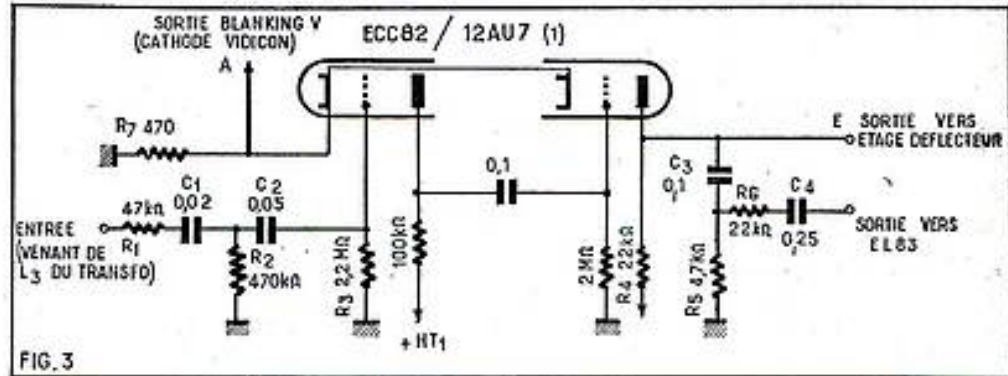
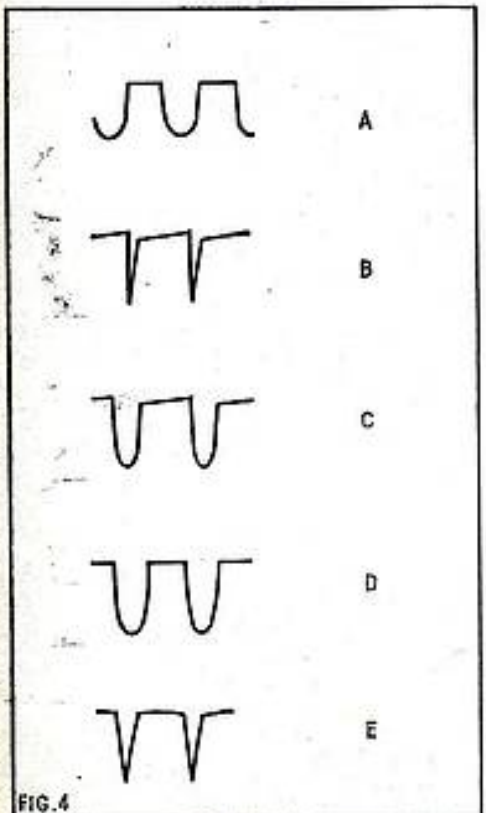
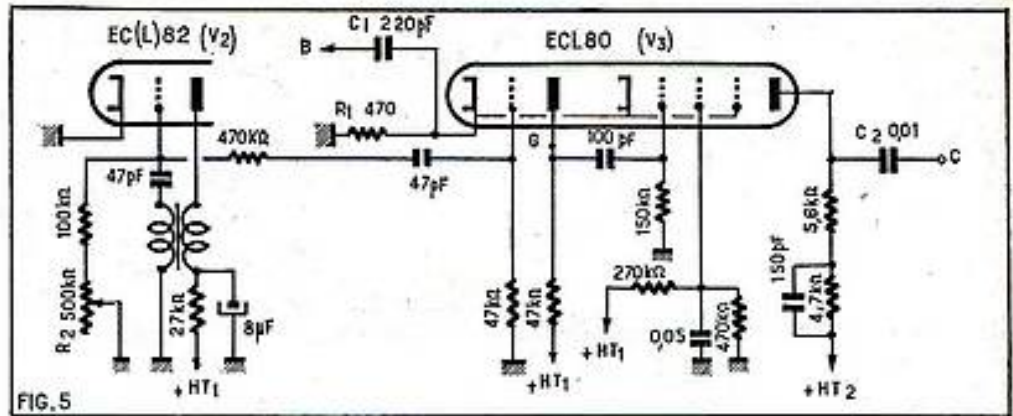

FIG. 3
FIG. 4. Quelques-uns des signaux qui apparaissent à ces diverses électrodes.
FIG. 5
En faisant traverser à cette tension sinusoïdale le réseau R1 à R3 et C1/C2 (fig. 3), on obtient son écrêtage partiel (A, fig. 4) et on peut alors l'appliquer à l'une des grilles de la ECC82/12AU7 (1). Le montage de cette lampe, on peut l'assimiler à un flip-flop plutôt qu'à un véritable multivibrateur; ses deux cathodes sont réunies, mais la valeur de la résistance cathodique R7, commune, est insuffisante, entre autres, pour provoquer l'oscillation ou la relaxation spontanée de l'étage. C'est cette impulsion extérieure qui, par son incidence et par sa forme, modifiera l'état de repos de la lampe et provoquera l'apparition de tops dans le circuit de la plaque, aux bornes de R4.
Ce top n'aura cependant pas cette jolie forme rectangulaire qui n'existe pratiquement que grâce aux dessinateurs, et qui d'ailleurs serait parfaitement incapable de provoquer l'encélément des relaxateurs du récepteur. Ce top prendra plutôt l'aspect de B (fig. 4) et nous le déformerons même encore (C, fig. 4) dans le réseau R5/R6/C3/C4, qu'il devra traverser avant d'atteindre l'étage de sortie.
Pour notre part, nous avons renoncé à l'une et à l'autre de ces solutions, voire au quartz lui-même, et nous nous sommes contentés d'un circuit qui, depuis de nombreuses années, donne satisfaction dans certaines mires électroniques portatives. Pour cela, nous partons tout simplement d'un oscillateur bloqué (V2, fig. 5) dont les enroulements sont très fortement couplés et ne demandent aucune capacité d'accord extérieure; la fréquence proprement dite sera rendue ajustable grâce à un potentiomètre R2.
Bien que nous ne l'ayons pas jugé utile, vous pouvez, sans difficulté aucune, stabiliser au moins la haute tension de cet étage par l'un des montages suffisamment classiques, pour que nous ne le détaillions pas ici. Le but réel de cet oscillateur est encore de produire un signal de synchronisation; ce signal, nous l'avons prélevé à la grille de V2 et nous le transmettons à l'étage ECL80 (3), monté encore comme la ECC82 (fig. 3): moitié flip-flop, moitié multivibrateur.
Pour atteindre cependant une amplitude plus grande du signal délivré, nous avons adopté une penthode — même de puissance — comme deuxième élément de ce relaxateur. Nous retrouverons encore à la sortie deux sortes de signaux: le *blanking* — horizontal — prélevé aux bornes de la résistance cathodique R1 (fig. 5) et transmis à travers C1 vers la première grille du vidéon
(D, fig. 4) et la synchronisation horizontale (E, fig. 4), proprement dite, qui quitte la plaque penthode à travers C2 et la diode D1 (OA74).
La grille de commande n'est cependant pas la seule électrode à recevoir des signaux à contrôler : la grille écran, elle aussi, sera mise à contribution — c'est à elle qu'aboutiront les deux signaux de synchronisation — celui du relaxateur vertical, à travers C4 (fig. 3) et celui de la relaxation horizontale, à travers C2 (fig. 5). La diode D1, par son
Nous avons jusqu'ici vu surtout les sections, chargées d'alimenter les circuits extérieurs, mais il est évident qu'il faudra, en tout premier lieu, dévier le spot le long de la couche photo-sensible du vidicon lui-même. Comme nous désirons obtenir le synchronisme le plus parfait entre cette déflexion et celle du récepteur, on utilisera cela va de soi, pour actionner la déflexion du tube, les mêmes relaxateurs et c'est donc des points E (fig. 3) ou C (fig. 5) que l'on partira pour alimenter les étages amplificateurs qui contiennent les bobines de déflexion.